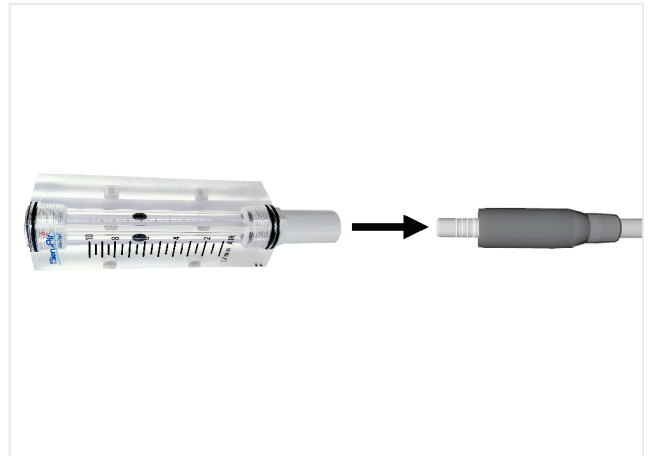

FIG. 5
4. Placer flowmåleren på næseforsatsen, aktiver derefter køleluften, og mål luftstrømmen. Værdien måles i midten af flowmålerens kugle i henhold til standard JIS B7551. FIG. 5.